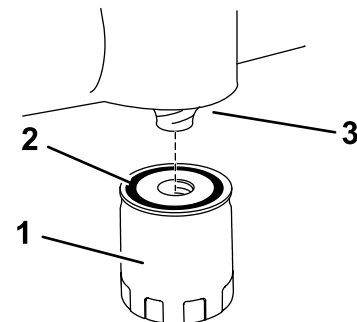

Figura 30
14. Instale el filtro de aceite nuevo en el adaptador de montaje. Gire el filtro de aceite en el sentido de las agujas del reloj hasta que la junta de goma entre en contacto con el adaptador, luego apriete el filtro de 2/3 a una vuelta más (Figura 30).